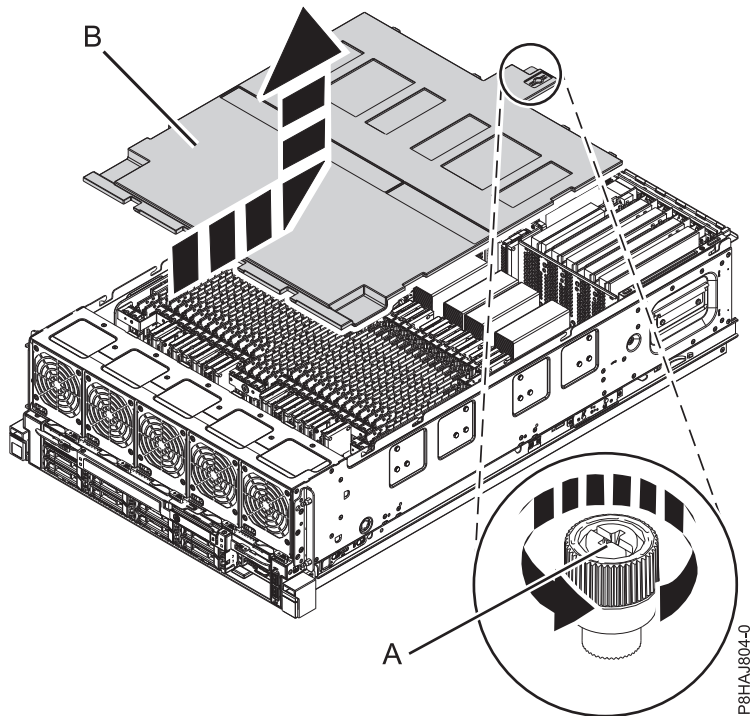

図 20. 安全カバーの取り外し
2. カバー後部にあるつまみねじ (A) を、50 ページの図 20 に示されている方向に回転させて緩めます。
3. 安全カバー (B) をシステム装置の後方にスライドさせます。カバーの最前部が上部のフレーム棚を通り過ぎたら、カバーを持ち上げてシステムから外します。